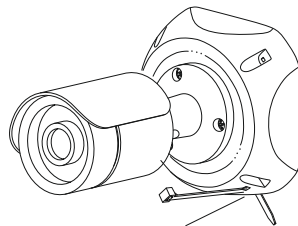

рис. 1
4) Соедините крышку с основанием таким образом, чтобы отверстия для хомута совпали. Проденьте нейлоновый хомут в паз и не полностью затяните его (рис. 1).